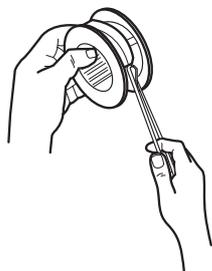

Fig. 16c
- 1). Coupez une nouvelle portion de fil. Faites une boucle au milieu du fil et insérez cette boucle dans le crochet situé sur la bobine (fig. 16c).